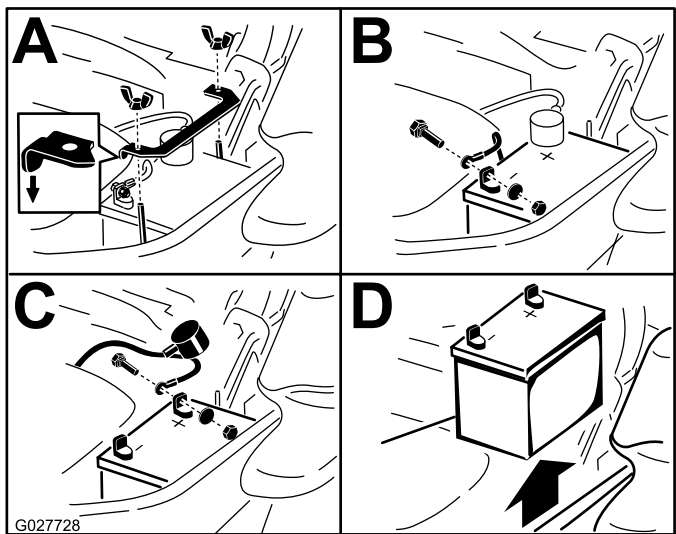

Figura 55
3. Retire la batería, según se muestra en Figura 55.